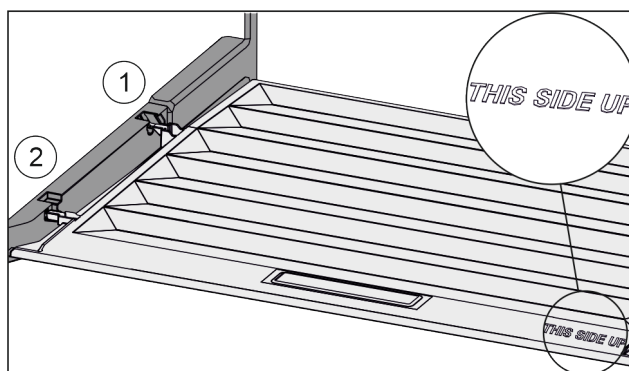

Fig. 135
- ▶ Sätt in lockbygeln över öppningen för den bakre hållaren Fig. 135 (1) och fäst den framtill i hållaren Fig. 135 (2).